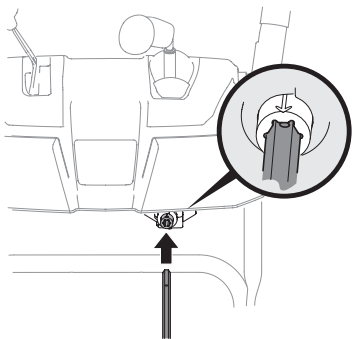

Figura 2-18
6. Inserte la varilla de control del canal dentro del engranaje del piñón por debajo de la palanca de control. Asegúrese de alinear el orificio en la varilla hexagonal con la flecha en el engranaje del piñón. Consulte Figura 2-18.